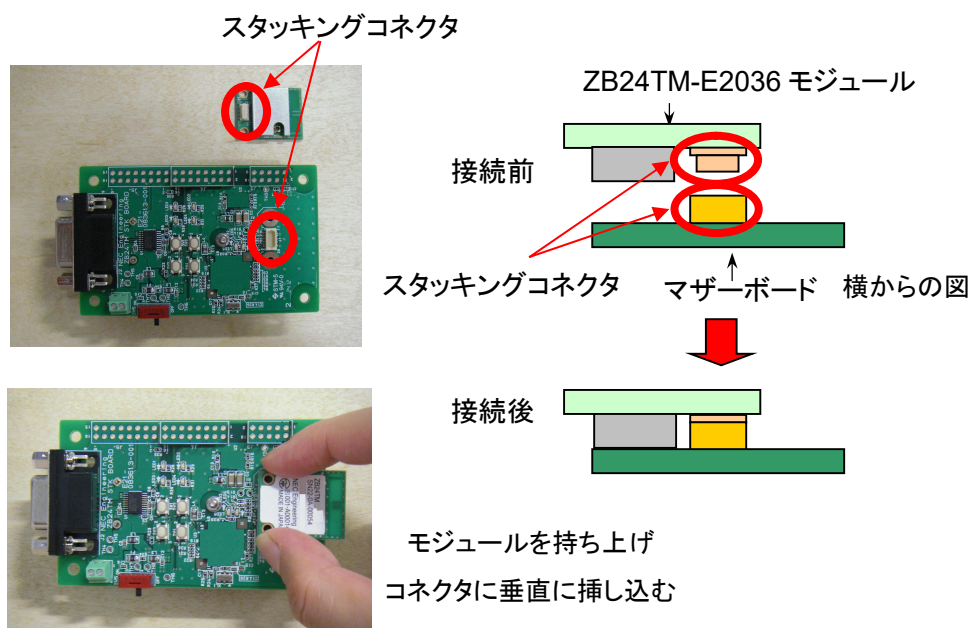
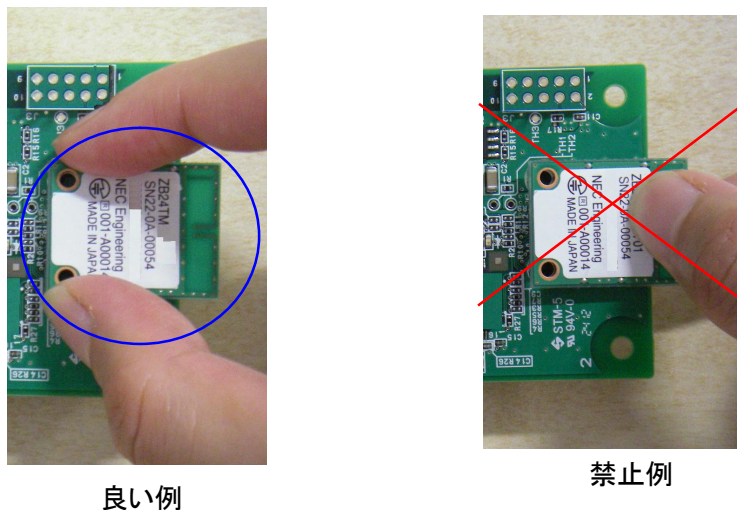
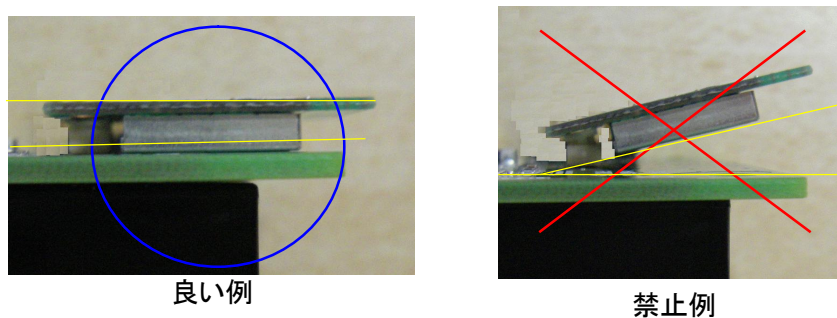

図 18 モジュールのマザーボード実装
図 19 モジュール実装時の保持位置
図 20 モジュール実装後の確認
モジュールのスタッキングコネクタ(図 18 の写真の太い丸囲み部)を合わせ、モジュールのコネクタ近傍を持って、基板に対して垂直方向に挿抜してください。この時、モジュールとマザーボードは平行を保ってください。モジュールを斜めに傾けたまま、挿抜することは避けてください。コネクタ破損および嵌合不良の原因になります。(図 18 のマザーボードは弊社評価用基板です)
- 2) マザーボード挿抜時のモジュール保持部は、スタッキングコネクタ実装部付近としてください。スタッキングコネクタ実装部から遠い部分を持つての挿抜は、モジュールとマザーボードを平行に出来ない場合があり、コネクタ破損等の原因になります(図 19)。
※ 図 18、図 19、図 20 に使用している無線モジュールは旧社名品です
トレイはモジュール本体を収納した状態で5段に重ね、最上段はフタ用に空トレイを重ねます。トレイは重ねた状態を固定するためのテーピングを行います。テーピングしたトレイ集合は梱包箱に収納します(図 19)。